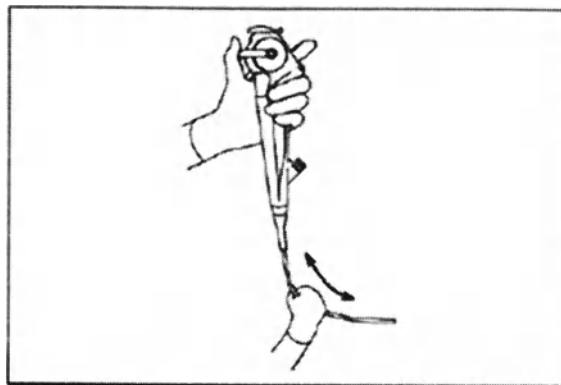

Рис. 3.1 Осмотр видеоэндоскопа.
4. Одной рукой удерживая рукоятку, другой рукой всю поверхность вводимой части и легко поглаживая в двух направлениях. (См. рис. 3.1). Убедитесь, что из выступа вставки, вставленного в трубу, нет никаких предметов или проводов, а также убедитесь, что нет ненормальных твердых частиц.